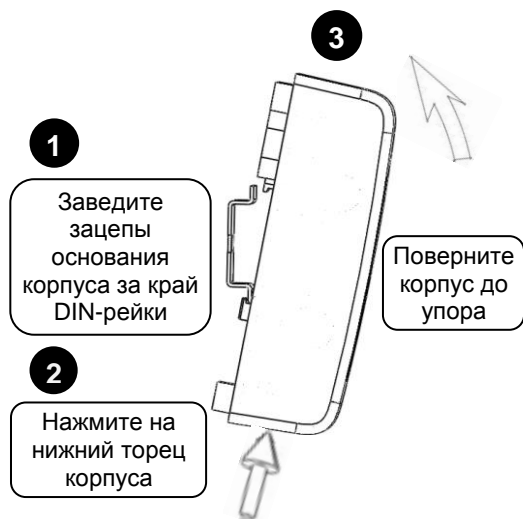

Рисунок 3. Крепление блока на DIN-рейку
3.4.1 Установите блок на DIN-рейку в порядке, указанном на рис. 3.